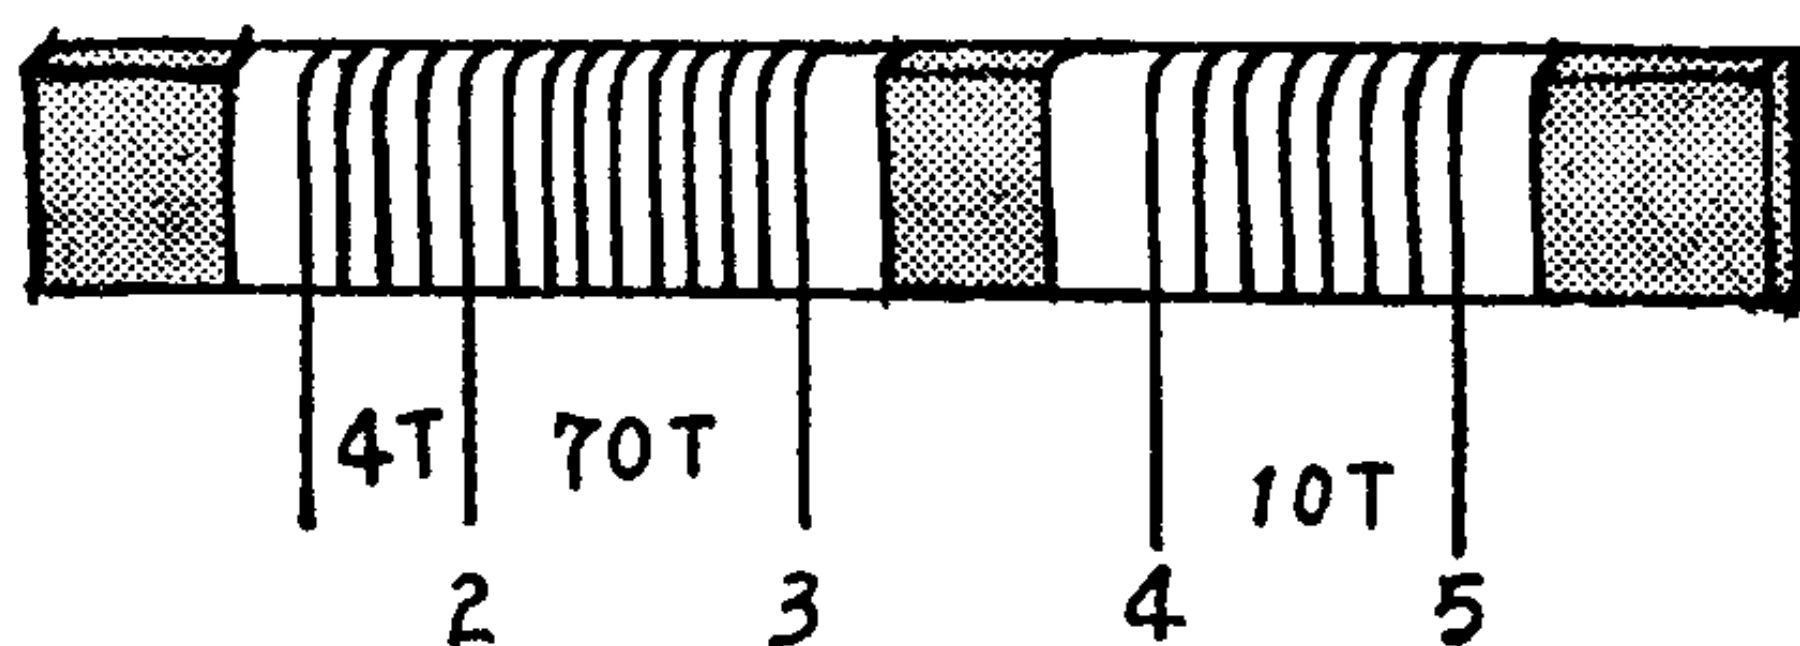

图 16
1. 线圈的绕制: 线圈 L 绕在一个可在磁性天线棒上移动的纸筒上, 单层密绕 74 圈。首头为“1”, 在第 4 圈处抽头为“2”, 尾头为“3”。L₂ 绕在另一个小纸筒上, 绕线方向和 L 相同, 共绕 10 圈, 首头为“4”, 尾头为“5”。如图 16 所示。